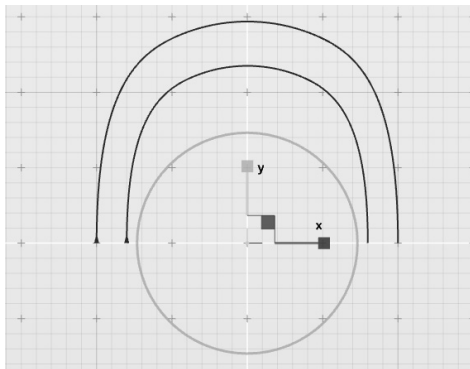

图 5-80 基于中枢点缩放曲线
5) 同时修改控制面板中的缩放参数为“0.8”, 获得的缩放结果如图 5-80 所示。